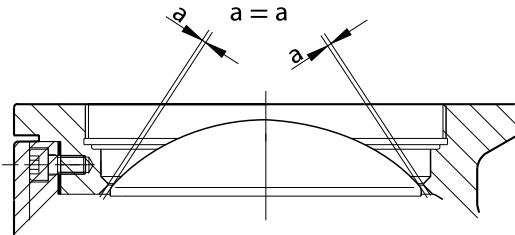

Fig.6-14 Centrage du secteur sphérique
2. S'assurer que le secteur sphérique est centré par rapport au corps de vanne. Le secteur ne doit pas être positionné avec jeu trop important ni trop faible. Il doit y avoir un jeu identique sur toute la périphérie du secteur sphérique. Celui-ci peut être contrôlé plus précisément en utilisant des calles de centrage dans le prolongement de l'axe (→ Fig.6-14). Ajuster la position du secteur sphérique à l'aide des cales de centrage. Voir (→ Chap.6.11).